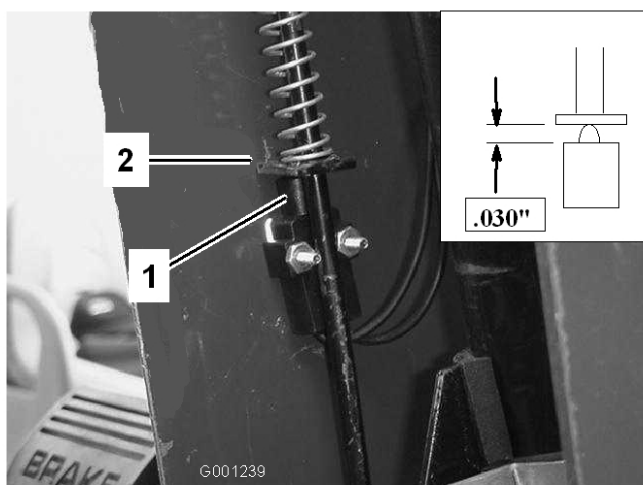

Figure 60
3. Faites coulisser le couvercle en haut de l'arbre de direction pour exposer le contacteur du frein de stationnement (Figure 60).
5. Alignez le palette de la tige du frein de stationnement sur le plongeur du contacteur (Figure 60)
6. Appuyez sur la tige du frein de stationnement et poussez le contacteur vers le haut jusqu'à ce que le plongeur soit comprimé à 0,8 mm (Figure 60, encadré) . Cela correspond à la distance entre la palette de la tige du frein et le logement du plongeur du contacteur.